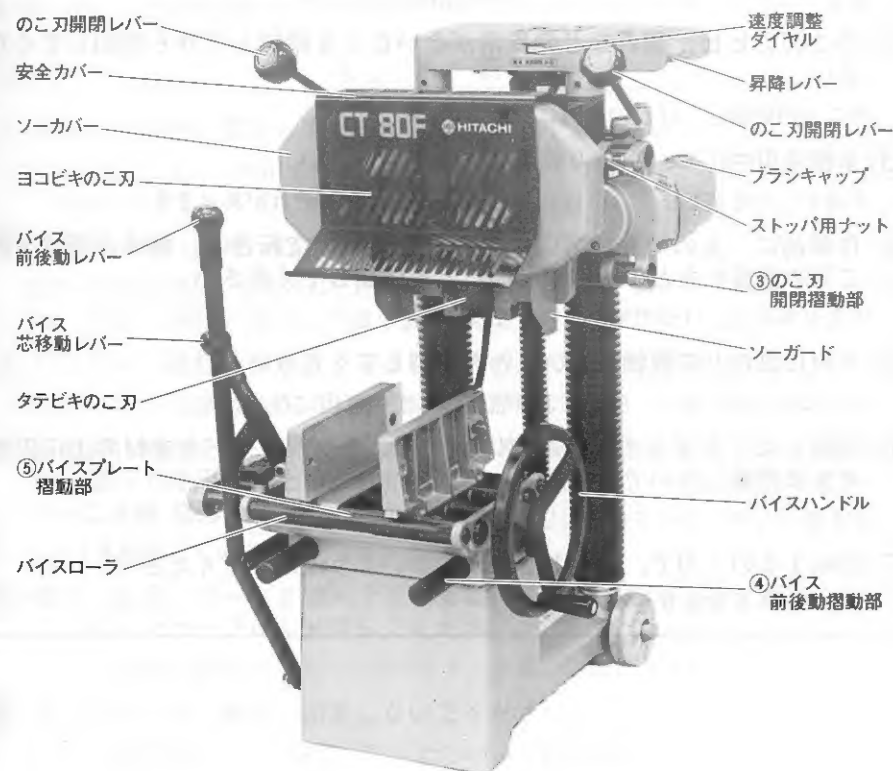

図 1
注 • 図1, 2において①, ②, ③, ④, ⑤ はとくに大切な注油場所を示します。